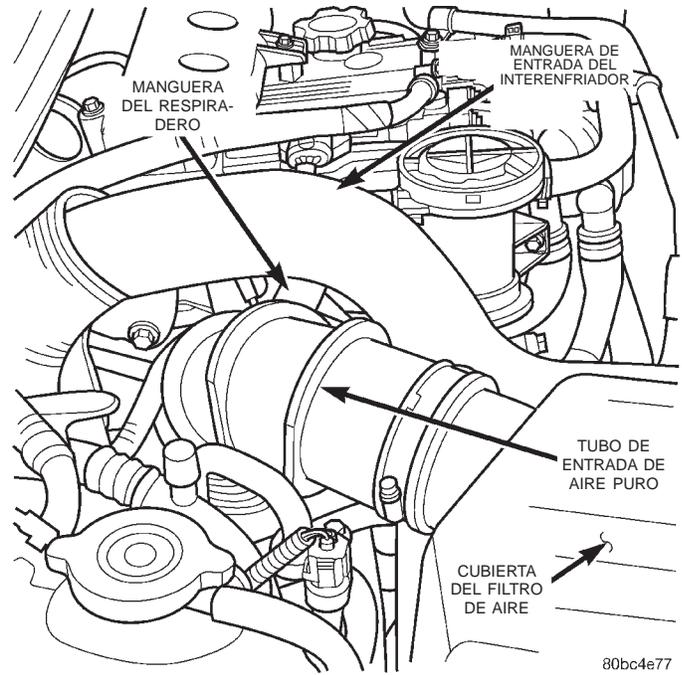

Fig. 25 Mangueras de admisión de aire
(11) Instale el conjunto del tubo de entrada del aire puro en el turboalimentador. Coloque el collarín de la cubierta del filtro de aire en posición y conecte la manguera de respiradero (Fig. 25).
(12) Instale la manguera de entrada del interenfriador en el turboalimentador (Fig. 25).
(13) Verifique el nivel de líquido de la transmisión y agregue líquido si fuera necesario.
(14) Conecte el cable negativo de la batería.